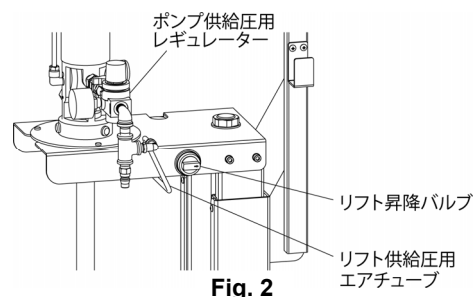

Fig. 2
- 2) ポンプのエア入口のユニオンアダプターに付属のポンプ供給圧用レギュレーターを取り付け、確実に固定してください。（Fig. 2）
- 3) リフト供給圧用エアチューブをエア供給口のフィッティングに差し込み、引っ張って抜けないことを確認してください。（Fig. 2）